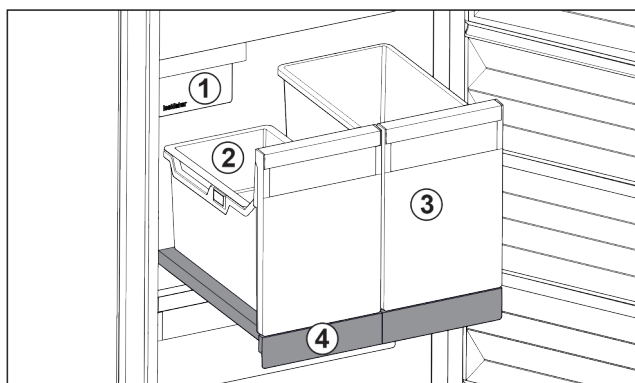

Fig. 17 IceToweriga väljatõmbetahvel
Väljatõmbetahvil on kaks kõrget anum (IceTower). Anumas Fig. 17 (2) kogutakse ja säilitatakse IceMakerist pärit jääkuubikuid. Anum Fig. 17 (3) sobib kõrgete toiduainete nagu pitsade või alkoholsete jookide säilitamiseks.